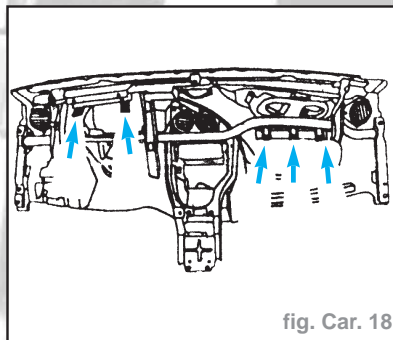

fig. Car. 18
- Dégager le faisceau de câbles (rembourrage de planche de bord déposé pour indiqué l'emplacement des vis) (fig. Car. 18) :